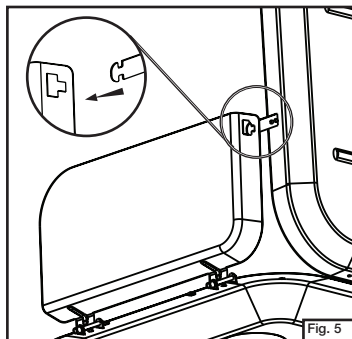

Fig. 5
- Fixez les pare-vent au couvercle. (Fig. 5)